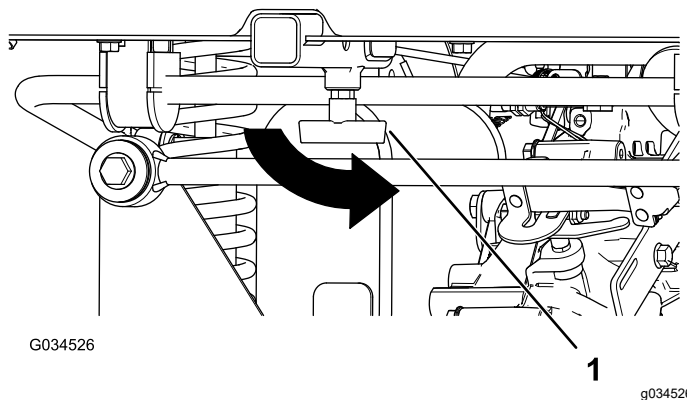

Figure 18
- Resserrez la poignée en T en la tournant dans le sens antihoraire (Figure 18).